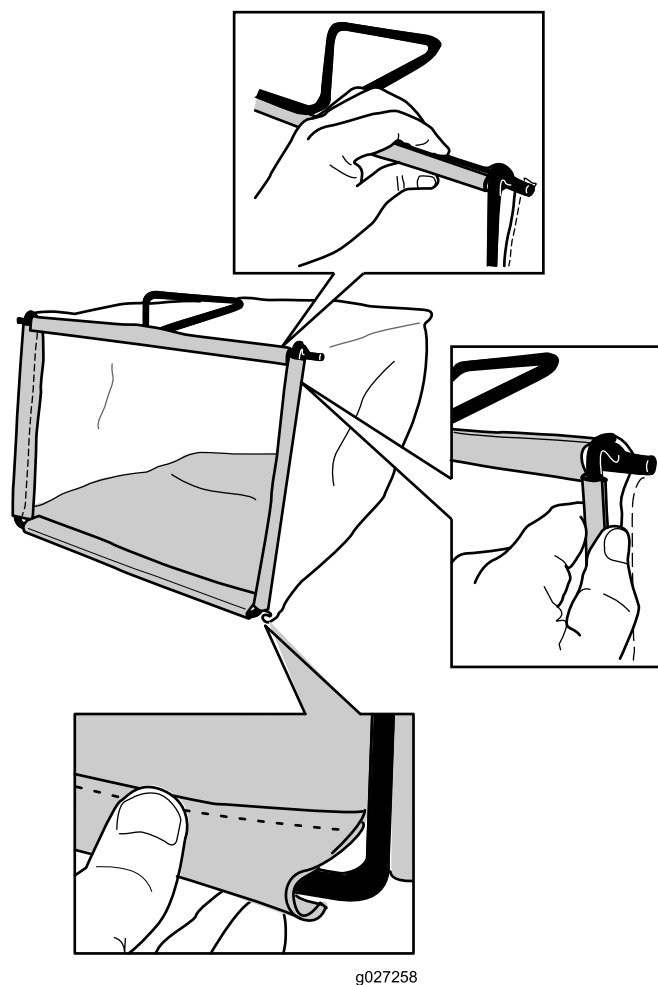

Figura 8
2. Enganche el canal inferior de la bolsa en la parte inferior del bastidor (Figura 8).
3. Enganche los canales superior y laterales de la bolsa en la parte superior y en los laterales del bastidor, respectivamente (Figura 8).